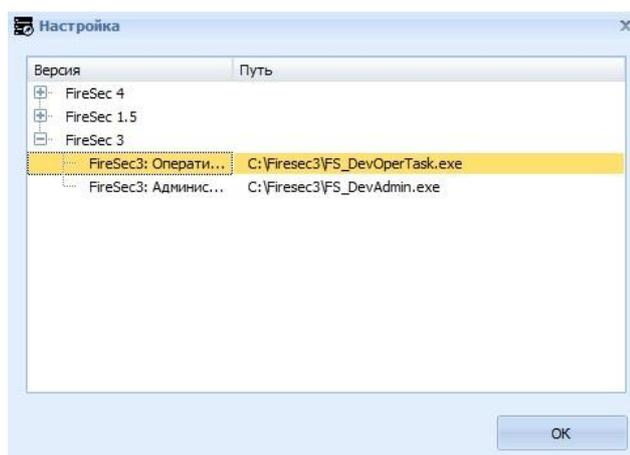

Рис. 3 Окно **Настройки**
4. Указать путь к клиентским приложениям FireSec «Администратор» и FireSec «Оперативная задача» используемых версий ПО. Для этого выбрать пункт **Настройки** меню **Файл**. В открывшемся окне **Настройка**, напротив названий приложений, с помощью двойного щелчка мыши, указать путь к файлу. (Рис. 3).